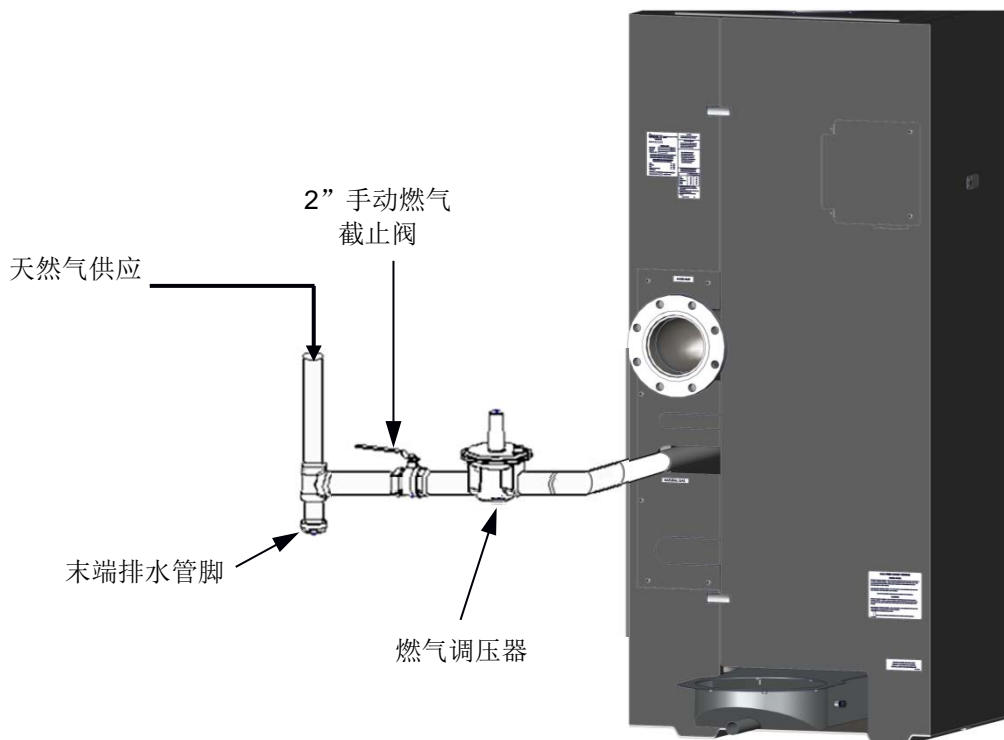

图 2-10: 手动燃气截止阀位置
必须在锅炉的上游燃气供应管路安装一个手动截止阀，如图 2-10 所示。
- 对于气压**超过 1 PSI (6.9 kW)** 的 3 台或以上的设备安装，强烈建议使用单独的外部燃气供应调压器（参阅图 2-10）。对于气压**低于 1PSI (6.9kW)**，不需要安装调压器；但是对于气压**高于 2PSI (13.8kW)**，则**必须安装调压器**。请参考“基准系列燃气供应设计指南”，TAG-0086，GF-2035 并咨询当地燃气公司，了解有关调压器排放的详细要求。